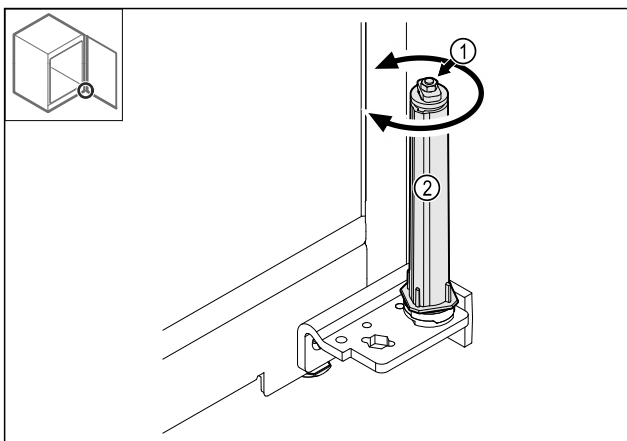

Fig. 36
- Nerozoberajte skrutkový spoj Fig. 36 (1) systému zatvárania.
- Otáčajte systém zatvárania Fig. 36 (2), kým nezacvakne.